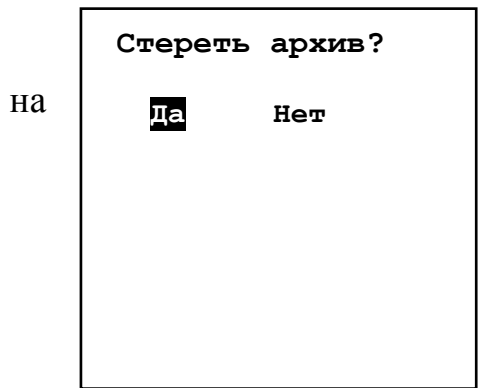

Рисунок 20 – Стирание архива
– «Стирание архива» – удаление всех архивных данных; удаление данных производится в следующем порядке: выбрать опцию «Да» (смотри рисунок 20), после нажатия кнопку \oplus начнется стирание данных. При этом включится уменьшающийся счётчик (на время запуска счётчика действие кнопок заблокировано). После обнуления счётчика (около 20 сек) появится надпись «ОК», и произойдёт автоматический переход на уровень вверх.